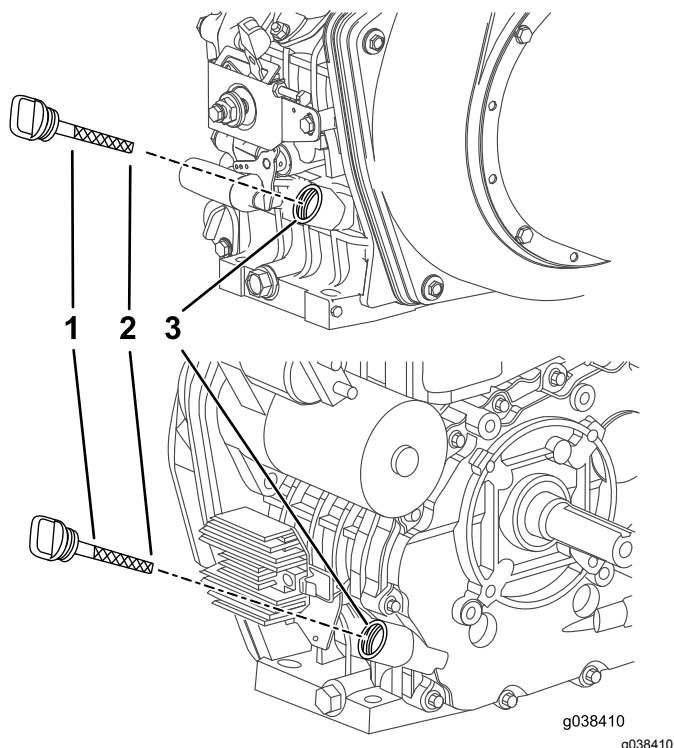

Рисунок 21
4. Очистите поверхность вокруг измерительного щупа (Рисунок 21), чтобы загрязнения не могли попасть в заливное отверстие и привести к повреждению двигателя.
5. Извлеките щуп и очистите протрите его (Рисунок 21).
7. Извлеките масломерный щуп (Рисунок 21) и медленно залейте масло в заливное отверстие так, чтобы уровень масла находился между отметками верхнего и нижнего предельных уровней на щупе; см. Проверка уровня масла в двигателе (страница 21).